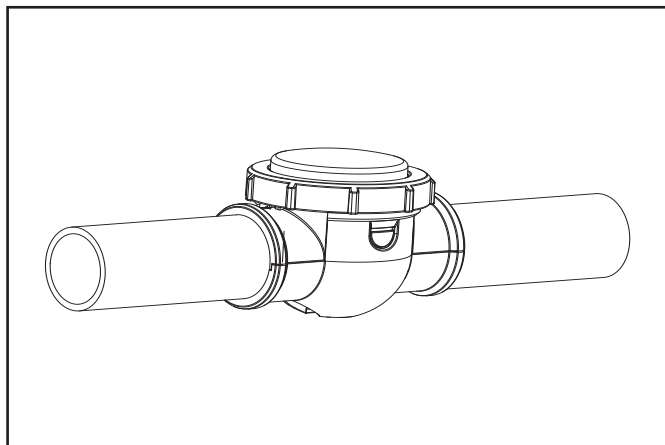

Figura 29. Tapa de invierno instalada
7. Vuelva a colocar la tapa de hibernación (ver Figura 29).